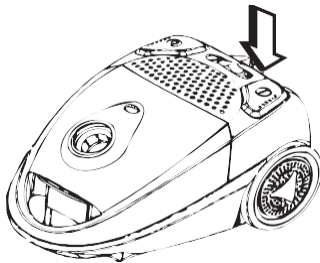

Figura 6
6. Introduzca el enchufe en la toma de pared y pulse el botón de encendido/apagado. Para apagar el aparato, vuelva a pulsar el botón de encendido/apagado, véase la figura 6.